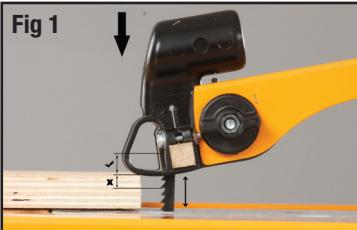

Fig 1
- Passen Sie den Hauptarm immer der Stärke Ihres Werkstücks an. Lösen Sie die Armklemme und stellen Sie die Armhöhe so ein, dass der Arm auf Ihrem Werkstück ruht, bevor Sie die Klemme wieder anziehen (siehe Abb. 1).
- Prüfen Sie vor dem Einschalten der Stichsäge, dass das Sägeblatt an seinem tiefsten Punkt über die Stärke Ihres Werkstücks hinausreicht. Mindestens ein Sägeblattzahn sollte immer über das Werkstück hinausragen (siehe Abb.1) und das Sägeblatt darf niemals ganz über die Führungsblöcke hinausreichen. Nichtbeachten kann Schäden an Ihrem Sägeblatt zur Folge haben oder dazu führen, dass der Hauptarm nach oben „springt“.